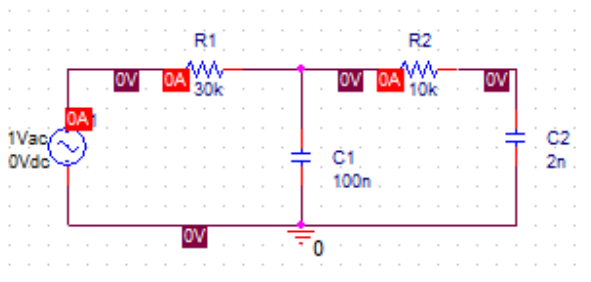

FIGURE 4 – Exemple de schéma de circuit avec les annotations courant et tension. Vérifier que les noms du schéma correspondent avec le corps du texte!!!
Rajouter une image montrant la polarisation en tension et courant de l'amplificateur comme sur la figure 4.
- ☐ Faire le schéma en faisant apparaître la polarisation comme sur la Fig. 4.